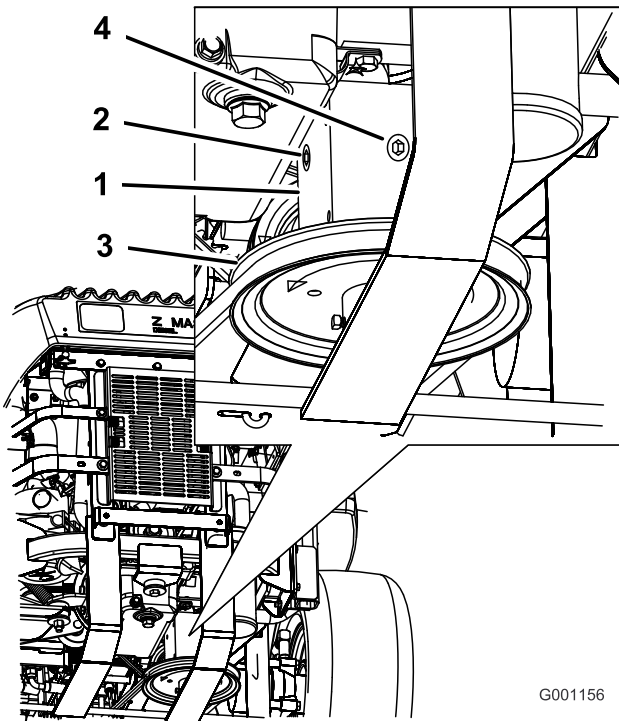

Figure 58
4. Enlevez le bouchon latéral ou arrière du boîtier (Figure 58).